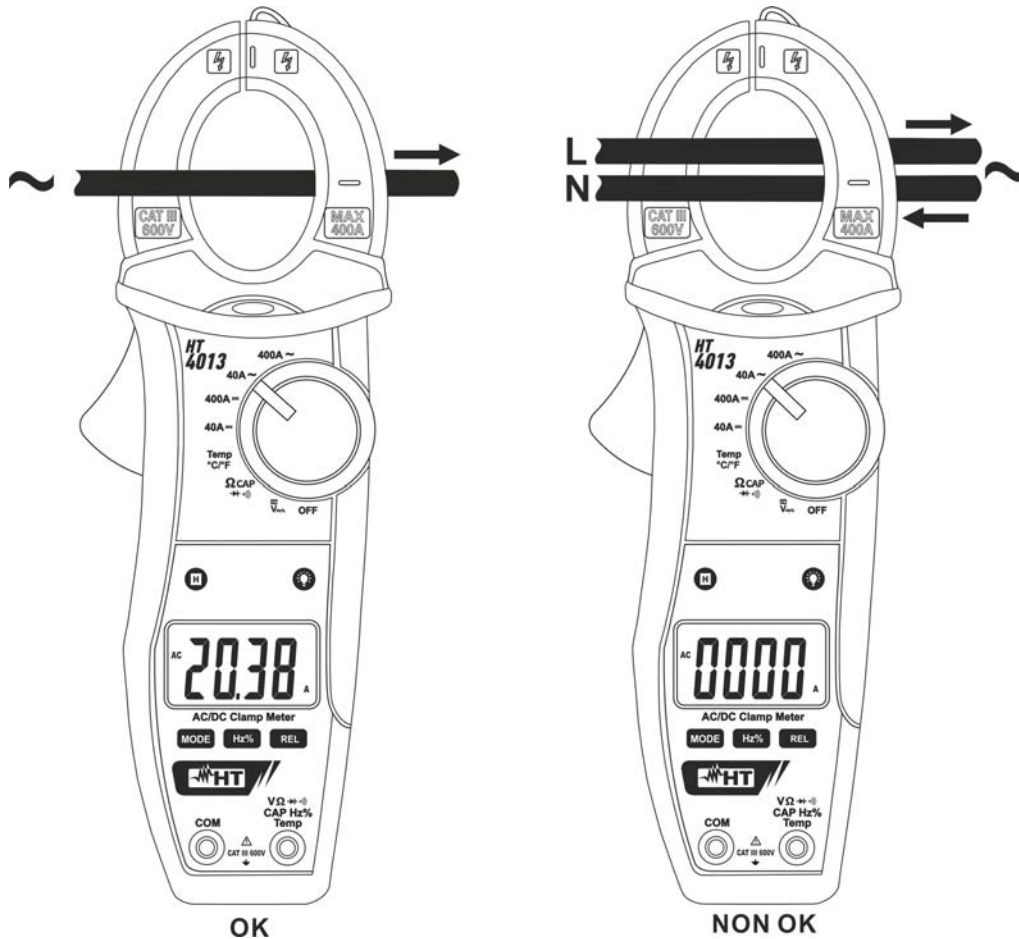

Fig. 10: Uso de la pinza para medidas de corriente CA y corriente CC
4. Para medidas de corriente CC la visualización del símbolo "-" indica que el instrumento se ha conectado en modo contrario al sentido de la corriente (ver Fig. 10)